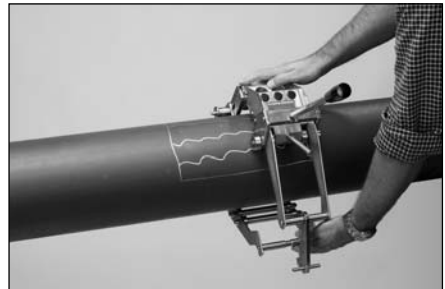

Abb. 4
- Halten Sie das Gerät an Oberteil (2) und Unterteil (1) und drehen es ca. eine 1/4 Umdrehung radial gegen die Schälrichtung um das Rohr (Abb. 4+5).